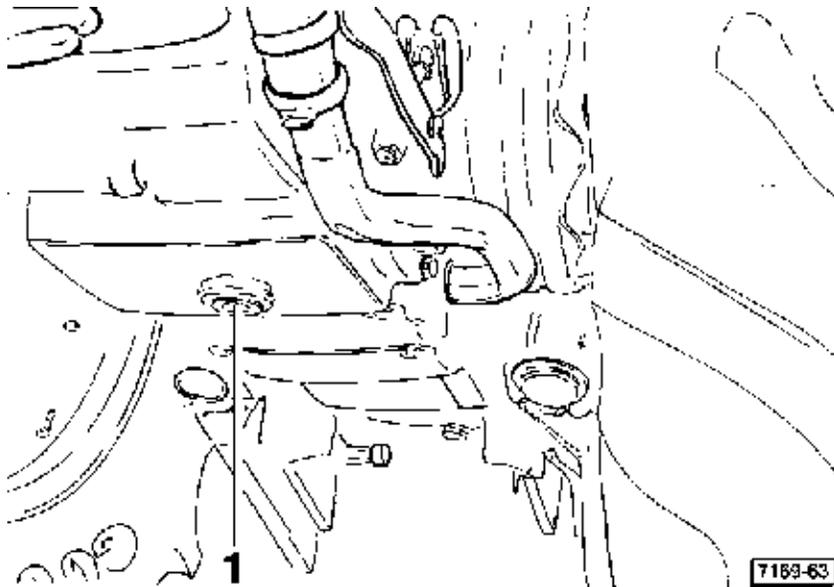

Fig. 86 - **Vue centrale de la boîte de vitesses**
- Enlever le bouchon (1 fig. 86), placé sous la boîte de vitesses et vider l'huile dans un récipient assez grand;
- Remettre le bouchon (1 fig. 86) et remplir la boîte de vitesses par l'orifice (2 fig. 27) placé au dessus de la boîte du relevage, jusqu'au niveau indiqué par un indicateur circulaire transparent placé sur le côté arrière de la boîte de vitesses (1 fig. 25). Le contrôle de niveau de l'huile doit être fait avec le moteur en marche et avec tours de moteur a ralenti.